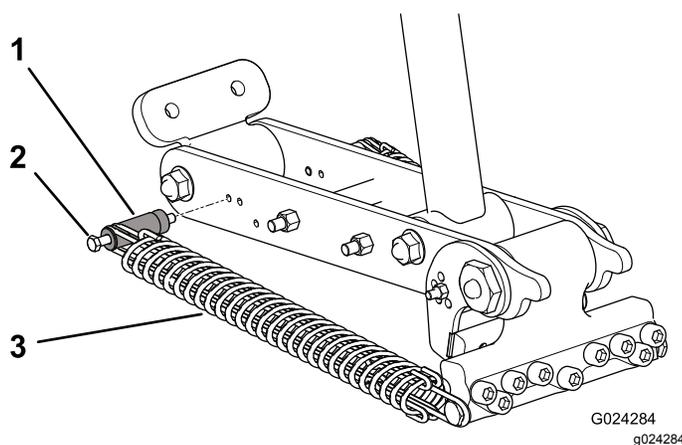
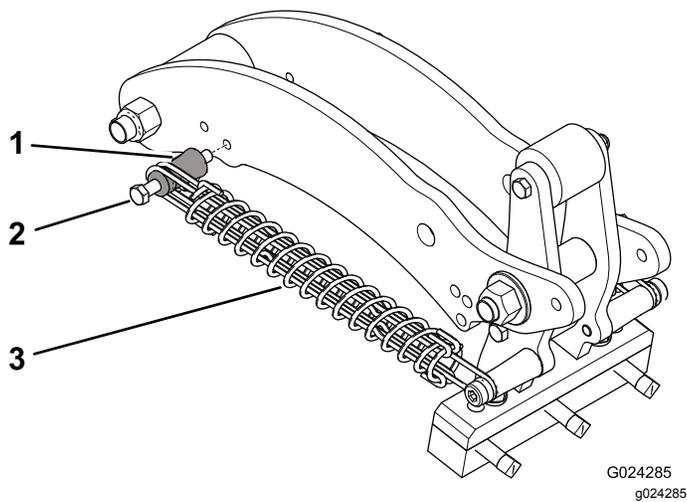

Рисунок 42
Рисунок 43
4. Отверните гайку крепления болта пружинодержателя к рычагу (Рисунок 42 или Рисунок 43).
5. Снимите болт пружинодержателя и пружинодержатель с рычага и переставьте их в другое регулировочное отверстие (Рисунок 42 или Рисунок 43).